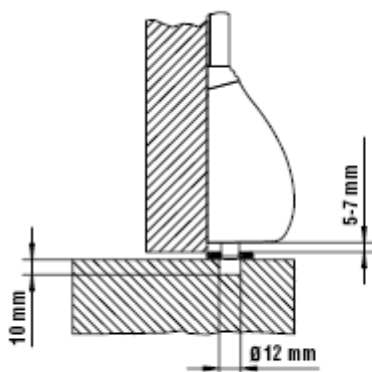

Рис.10
- Разместите ответную планку на полу, убедившись в том, что квадратное отверстие под ответную часть находится непосредственно под осью ригеля (Рис.10).
- Просверлите отверстия в полу: 2 боковых отверстия  $\varnothing 6$  мм и одно центральное –  $\varnothing 12$  мм, минимальной глубиной 10 мм (Рис.10).